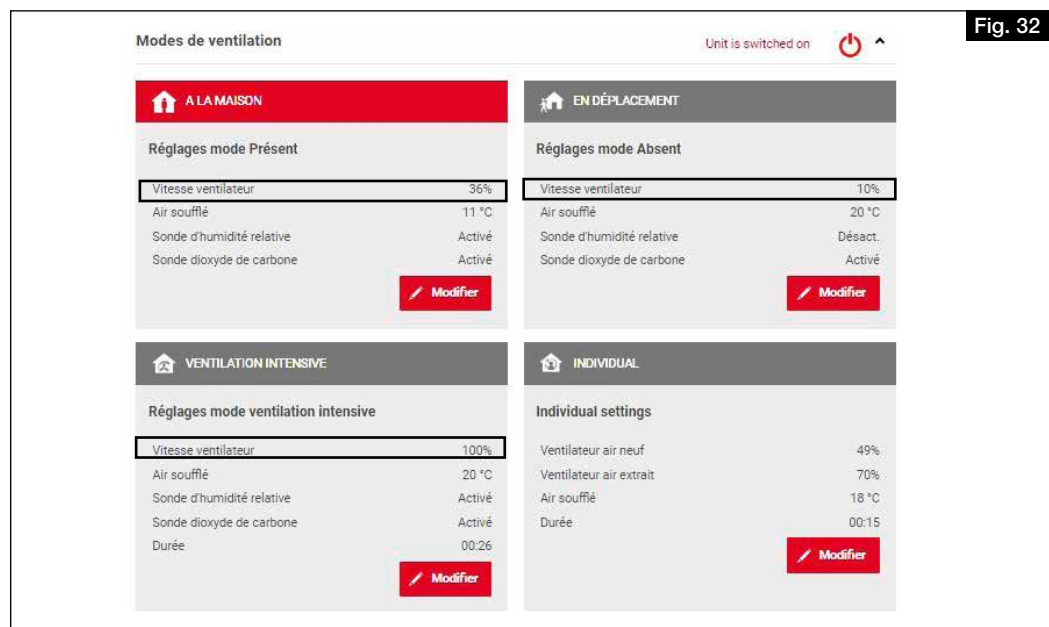

Fig. 32
- À l'intersection des débits volumiques avec la courbe caractéristique du système, les performances du ventilateur à régler (en%) du profil de ventilation peuvent être lues approximativement. Il convient de les saisir dans le profil de ventilation correspondant à l'aide du logiciel easyControls ou de la commande KWL-BE Touch (voir Fig. 31 et Fig. 32).